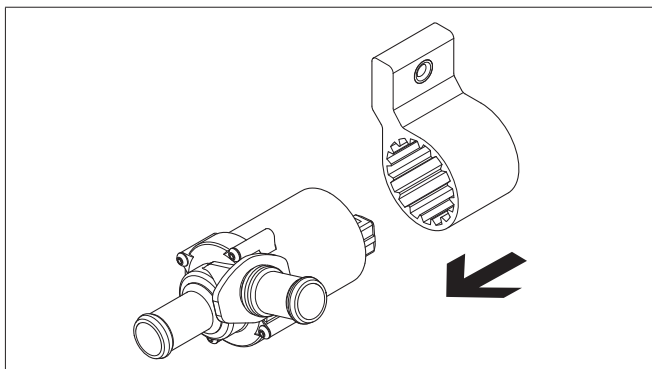

Bild 8
- Skjut hållaren för vattenpumpen från monteringsatsen över vattenpumpen, se Bild 8.